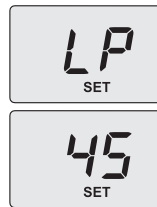

Figura 8.7
- Seleccione el parámetro **1**, pulse el botón 3 para confirmar. El display muestra **LP** alternado con la temperatura mínima del agua sanitaria (Figura 8.7).